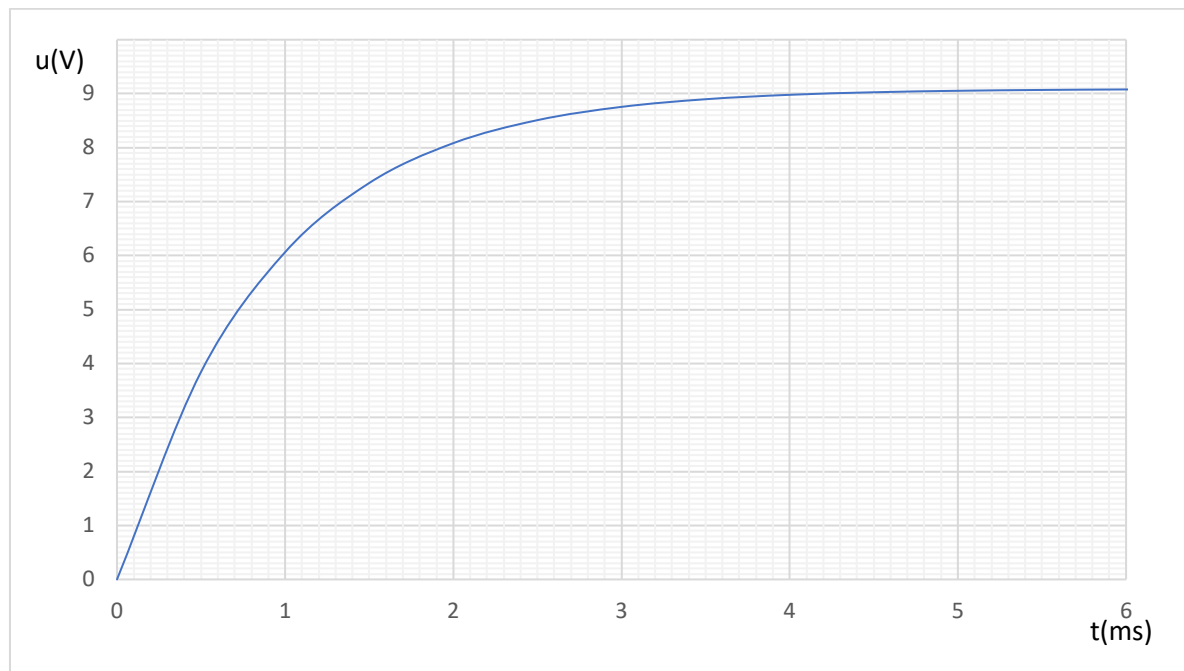

Figure 1
On réalise le circuit électrique représenté ci-contre comprenant un générateur idéal de tension de f.é.m. $E = 10 \text{ V}$, une bobine de résistance r et d'inductance L et une résistance $R_1 = 100 \Omega$ montés en série. Un système d'acquisition (non représenté sur le schéma) permet de suivre l'évolution de la tension $u(t)$ dans le circuit en fonction du temps. La fermeture de l'interrupteur à l'instant $t = 0$ déclenche l'acquisition. L'enregistrement obtenu est représenté sur la figure 1 en annexe.
- 3) Expliquer comment on peut avoir accès aux valeurs de $i(t)$ avec la figure 1.
- 4) Déterminer à partir du graphe de la figure 1, la valeur de l'intensité du courant i en régime permanent.
- 5) Déterminer graphiquement la valeur de τ en en faisant figurer la méthode utilisée sur le graphe de la figure 1.